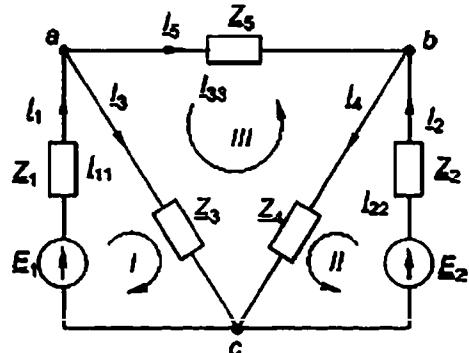

Рис. 1.50. Система расчетных уравнений для сложной электрической цепи
- На схеме замещения выделяются узлы а, б, с и независимые контуры I, II, III (рис. 1.50).
- Первые два уравнения (баланс токов в узле) составляются по первому закону Кирхгофа для узлов а и б. Направления токов в ветвях принимаются условно и показаны на рис. 1.50.
- Оставшиеся три уравнения (баланс падений напряжения в контуре) составляются по второму закону Кирхгофа для контуров I, II и III. Направления обхода контуров принимаются условно и показаны на рис. 1.50.